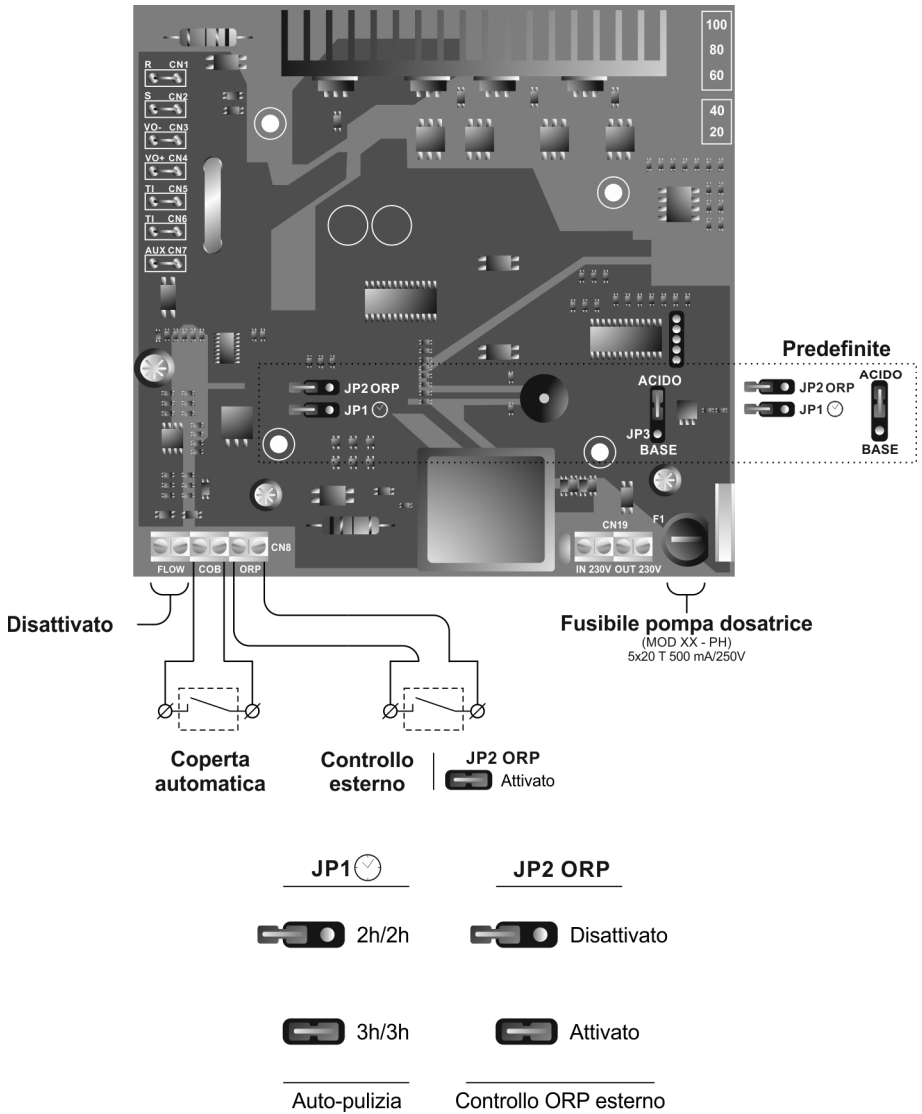

Fig. 11
- **Sistema di AUTOPULIZIA DEGLI ELETTRODI:** La frequenza d'inversione può essere selezionata mediante il jumper "JP1" situato nella scheda di controllo del sistema (Fig. 11). Questa configurazione diventerà effettiva quando il sistema si stacchi e torni a collegare.